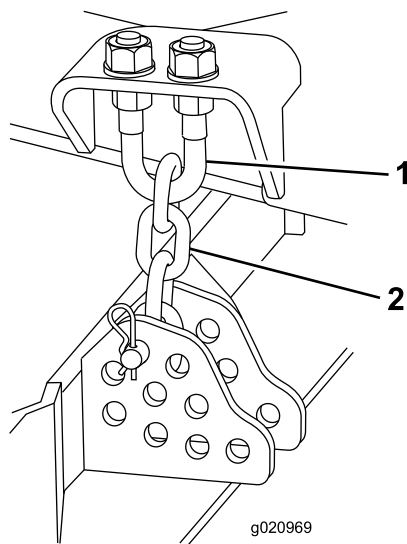

Figure 121
4. Enlevez la goupille fendue et l'axe de chape qui fixent les chaînes de hauteur de coupe à l'arrière du plateau (Figure 121).